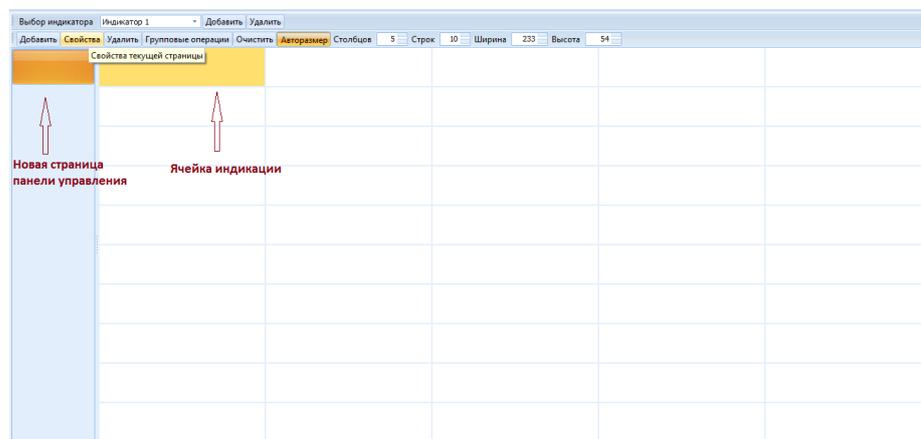
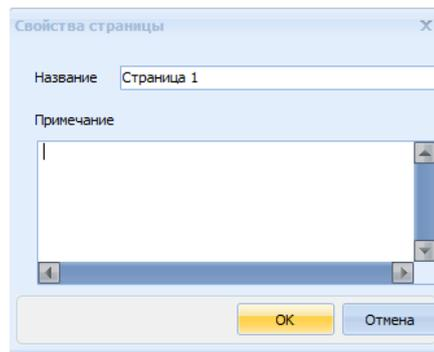

Рисунок 10.4 Новая страница индикатора
Рисунок 10.5 Окно «Свойства страницы» индикатора
- 3) Чтобы задать имя добавленной странице виртуальной панели необходимо нажать кнопку **Свойства** панели инструментов (Рисунок 10.4) и в появившемся окне указать название страницы, а также примечание (если это необходимо) и нажать **ОК** (Рисунок 10.5):